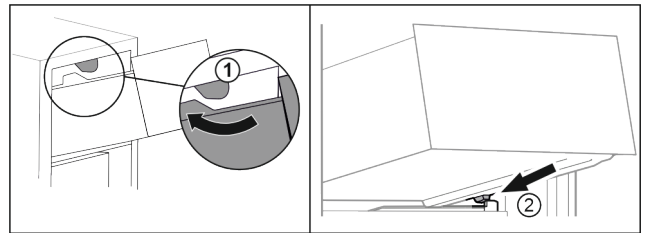

Fig. 98
- ▶ Introduzca el cajón rodeando los topes superiores. Fig. 98 (1)
- ▶ Coloque el cajón inclinado detrás de los topes inferiores sobre la nervadura para recipientes. Fig. 98 (2)